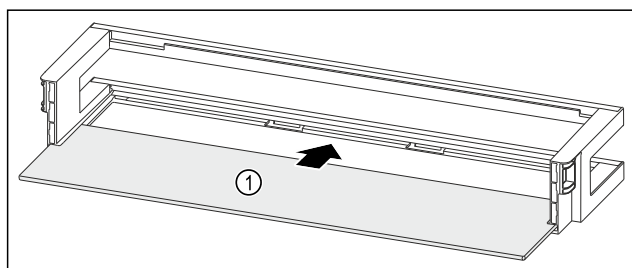

Fig. 232 Dveřní přihrádka s odkládací plochou
- Odkládací plochu Fig. 232 (1) zasuňte do bočních vybrání.